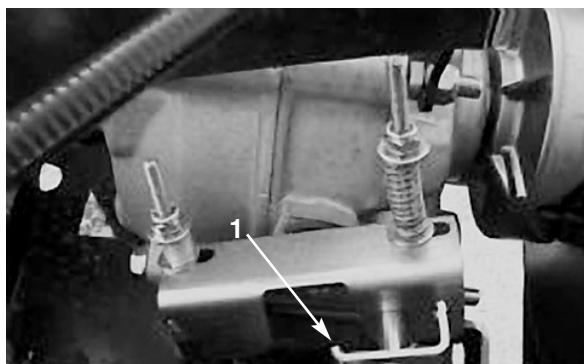

Bild 16
1. Drehen Sie, um die Hinterachse auf Neutral zu schalten, den Sperrstift am Schaltblock 180° (Bild 16).